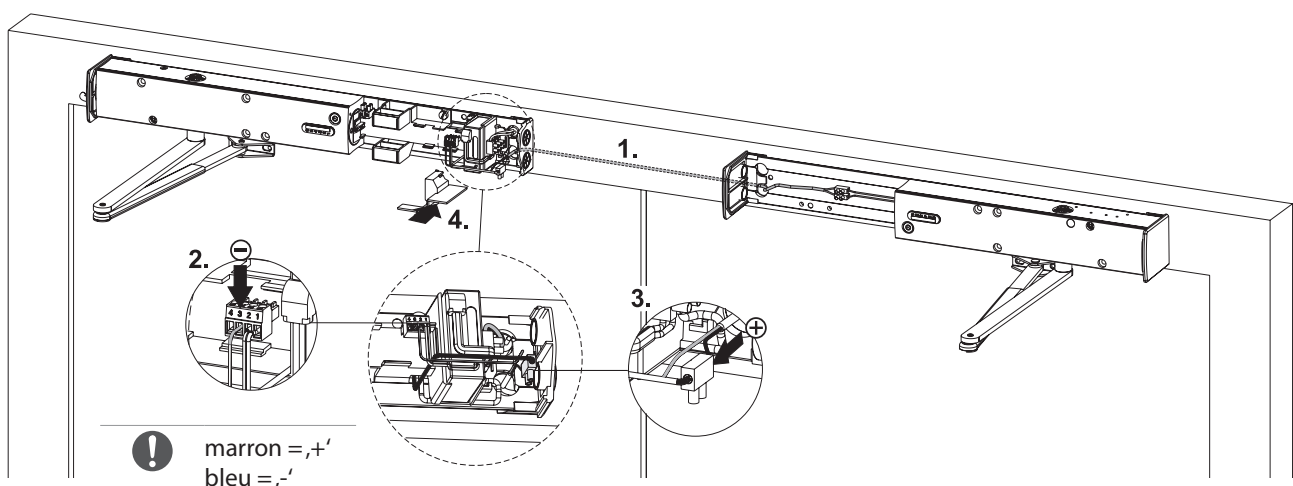

Fig.: 6.5.2.1
- lors d'une pose encastrée à travers le cadre de la porte et les trous de câbles existants (B) du cadre et du ferme-porte
- Brancher le câble selon la Fig. 6.5.2.1 à la broche de connecteur 3 (2) et au domino (3).